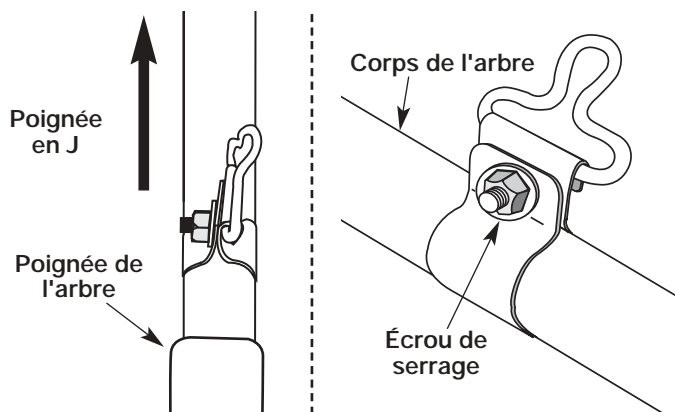

Fig. 5
3. Arrangez le clip de façon à ce qu'il soit proche de la poignée de l'arbre et éloigné de la poignée en J (Fig. 5)